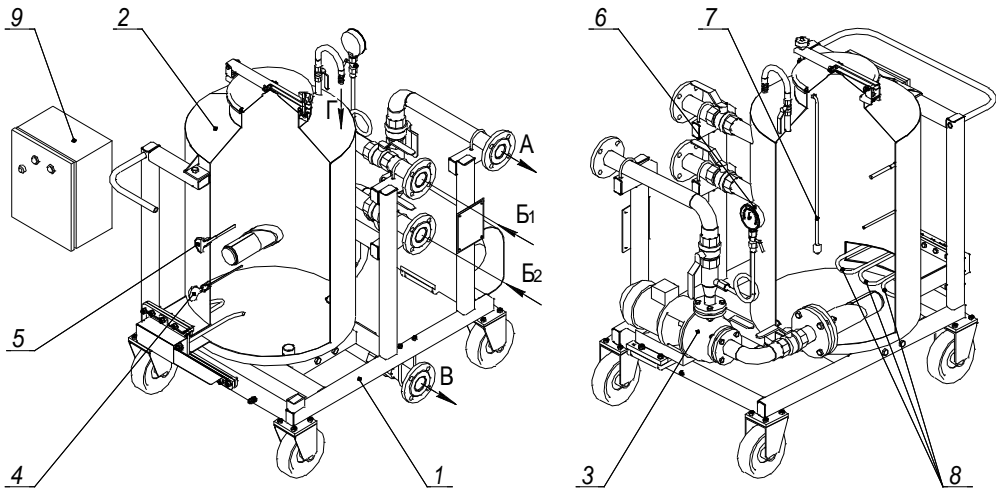

Рисунок 1.
1.1.3.1 Установка состоит из тележки 1 (см. рисунок 1), ёмкости 2, трубопроводов А, Б2, В2, В и Г, на которых установлена запорная арматура, насоса 3, контрольно-измерительных приборов, комплекта гибких рукавов для присоединения к промываемому объекту и электрооборудования. Внешний вид установки показан в приложении А.
- проверить все краны установки: краны на коллекторах А, Б1, Б2 и В должны быть закрыты, кран на коллекторе Г – открыт (см. рисунок 1);
- следить за показаниями контрольно-измерительных приборов. Температуру контролировать по термометру 5 (см. рисунок 1), давление в нагнетающем коллекторе А – по манометру 6;